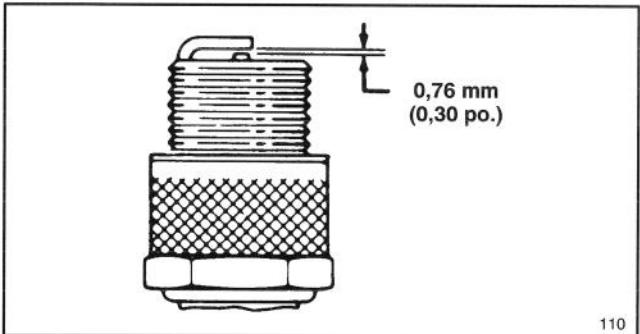

Figure 32
3. Réglez l'écartement des électrodes de la bougie neuve à 0.030" (0.76 mm) (Fig. 32). Posez ensuite la bougie dans la culasse. Serrez-la à 15 lb/pi (20.4 N·m). Si vous ne vous servez pas d'une clé dynamométrique, serrez-la fermement.